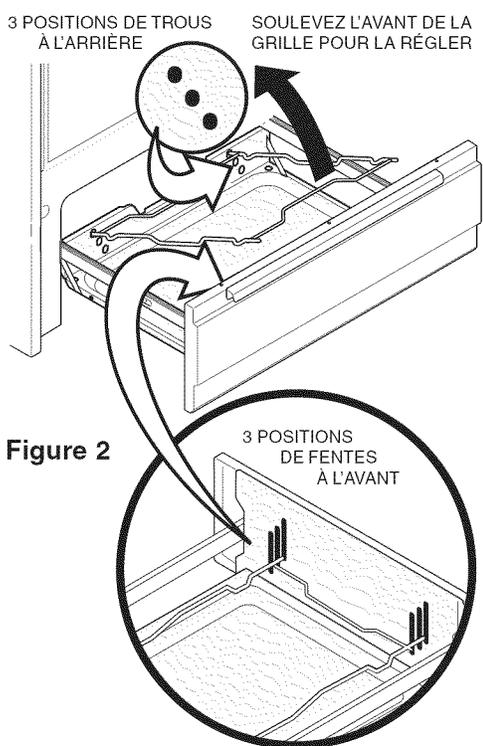

Figure 2
4. Pour placer la grille, soulevez l'avant et sortez la grille des trous de positionnement à l'arrière du tiroir de la lèche-frite. Remettez en place l'arrière de la grille aux trous de positionnement voulus et laissez l'avant de la grille coulisser en place dans les fentes correspondantes à l'avant du tiroir de la lèche-frite. (Voir figure 2).